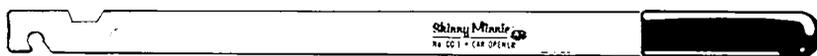

Рис. 5.27. Универсальный инструмент для вскрытия заблокированных автомобилей (С разрешения компании A-1 Security Manufacturing Corp.)
- Инструменты и лезвия для вскрытия автомобилей (рис. 5.27)